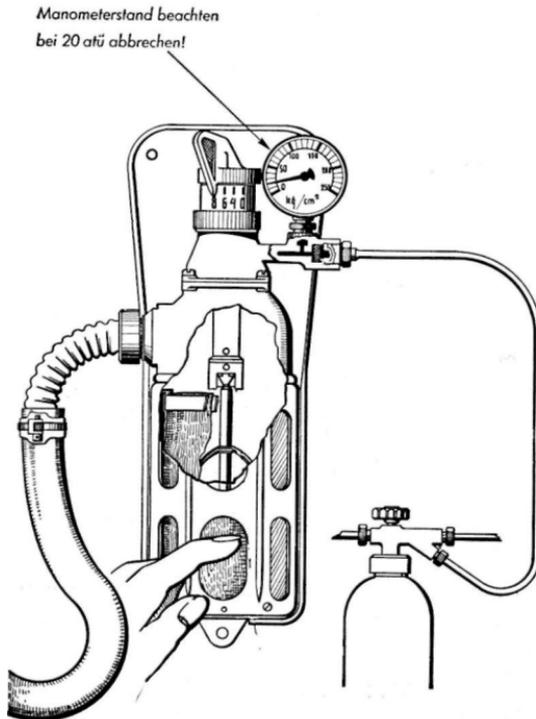

Abb. 125. Höhenatmer A 824 von Auer
1. Höhenatmer A 824 von Auer (Abb. 125);